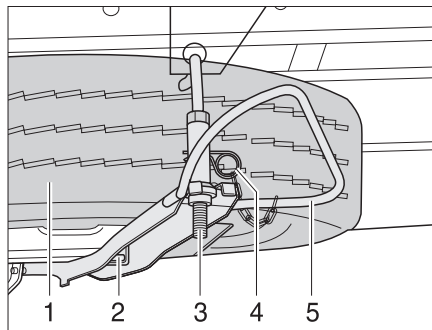

Bild 307 Ersatzrad-Halterung (Iveco)
- Splint (Bild 307,4) herausziehen.
- Bügel (Bild 307,5) gegen das Ersatzrad drücken und den Halter (Bild 307,3) aushängen.
- Mutter (Bild 307,2) lösen und Ersatzrad (Bild 307,1) entnehmen.